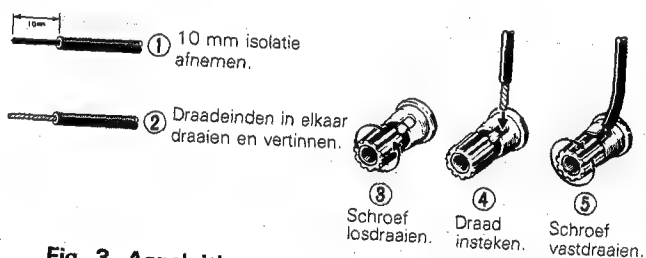

Fig. 3 Aansluiting van gewone luidsprekerkabels
1. Verbind de linker luidspreker met de aansluitingen LEFT SPEAKERS en de rechter luidspreker met de aansluitingen RIGHT SPEAKERS, zoals aangegeven in Fig. 3.